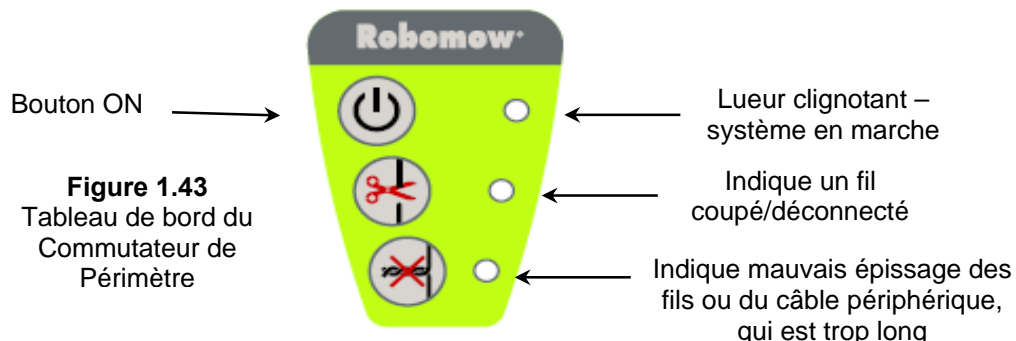

Figure 1.43
- Appuyez sur le bouton 'ON'. Une petite lueur clignotante verte près du bouton 'ON' indique que le système est sous tension et qu'il fonctionne bien. Le commutateur de périmètre a aussi des indicateurs de câble périphérique déconnecté/coupé et de mauvais épissage du câble. Figure 1.43